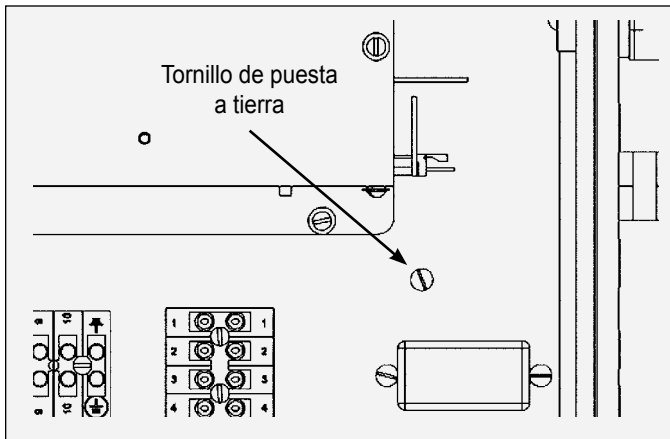

Figura 13: Tornillo de puesta a tierra en la placa de base
3. El interruptor de flujo debe tener un cable (verde) a tierra conectado al tornillo de puesta a tierra en la placa de base que se muestra en la Figura 13. El cable (azul) de la señal del gatillo debe conectarse a la entrada de la señal del gatillo en el cabezal del enchufe J3-5 que está conectado al tablero del PC. *El cable de la señal del gatillo debe tener una ferrita blanca unida al cable cerca del enchufe J3-5.*